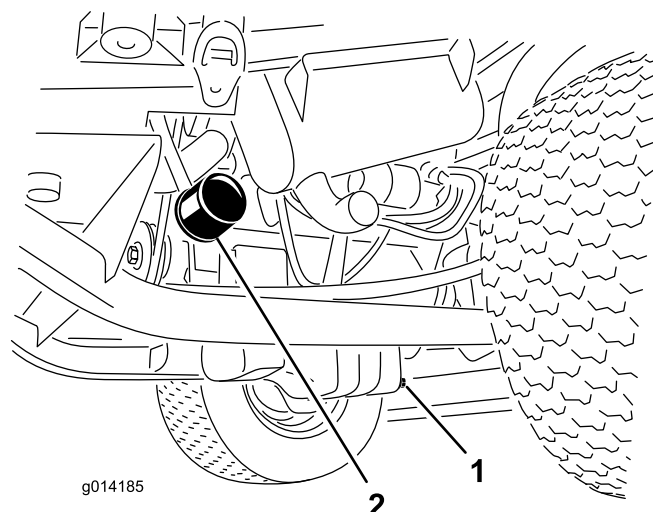

Figura 36
1. Retire el tapón de vaciado (Figura 36) y deje fluir el aceite a un recipiente apropiado.
3. Retire el filtro de aceite (Figura 36).